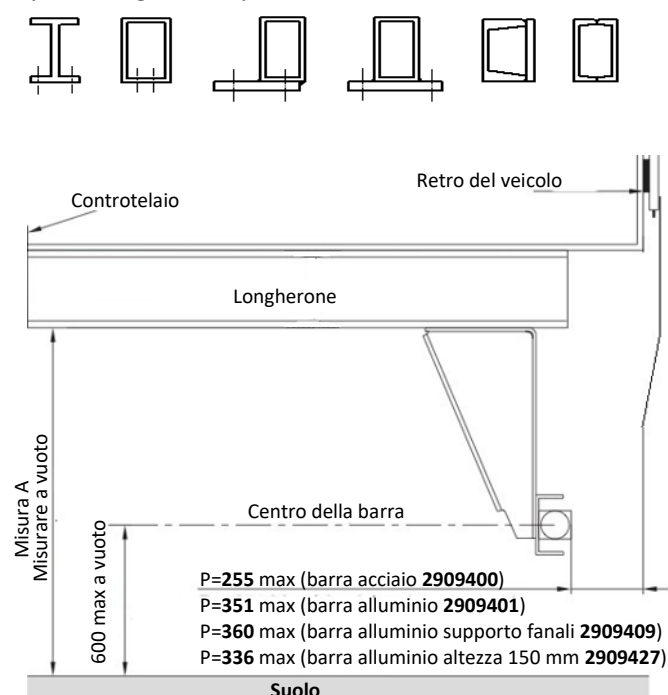

Fig.1a
- Il posizionamento del dispositivo paraincastro deve permettere il rispetto della misura di 600 mm al centro della barra paraincastro (misura effettuata a vuoto) e la misura "P" (vedi figure 1a e 1b).
- Per rispettare le misure di 600 mm max e (P) max (Fig. 1a e 1b), vedi le figure a pag. 2.